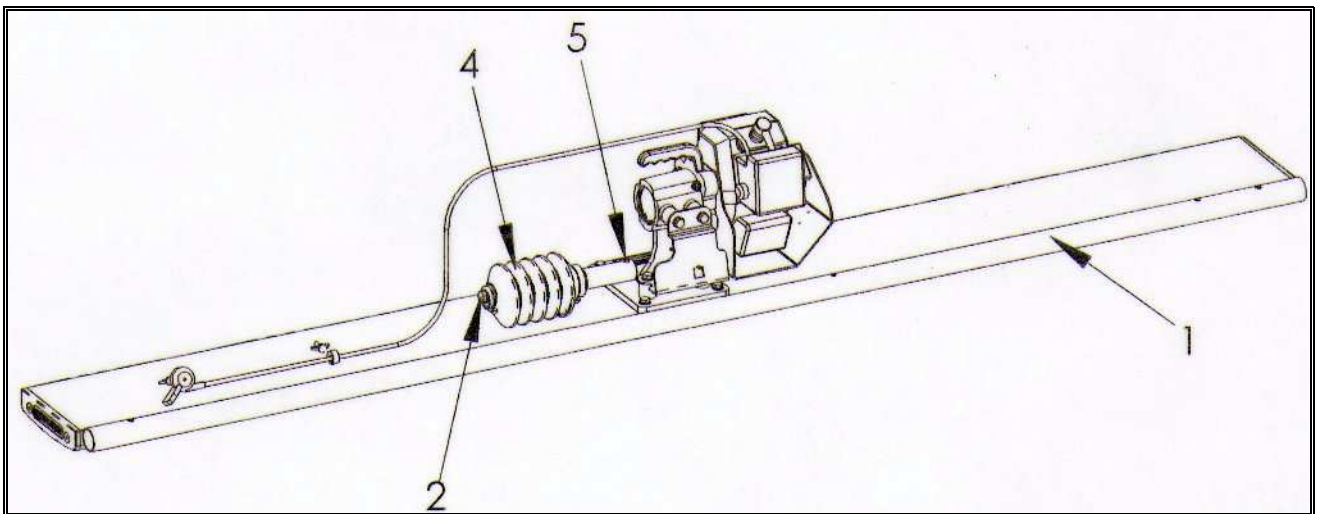

Fig.: 1.7-1
- 1.- Nehmen Sie das Verschlussband des Verlängerungsarms **Pos. 1** und der Gelenksteuerung **Pos. 4**, die zusammen mit Bohlen geliefert werden, ab. (Siehe Fig.: 1.7-1)